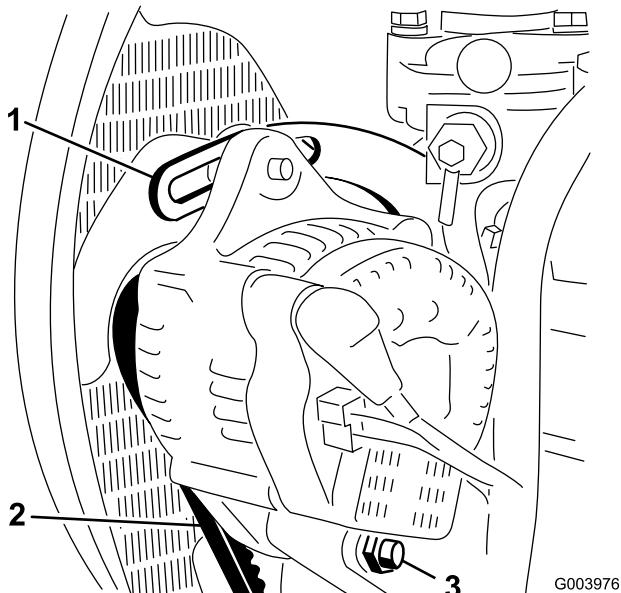

図 70
2. オルタネータ側ブーリとクランクシャフト側ブーリ間の中央部でオルタネータベルト(図70)を指で10kg程度の力で押してベルトの張りを点検する。
3. ブレースをエンジンに固定しているボルト(図70)と、オルタネータをブレースとピボットボルトに固定しているボルトをゆるめる。